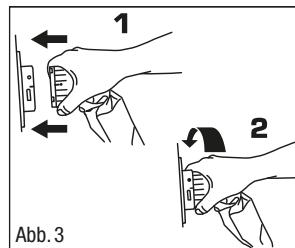

Abb. 3
- Befestigen Sie den Luftzufuhrschauch am Aggregat, indem Sie die schwarze Linie am Anschluss des Luftzufuhrschauchs auf die schwarze Linie am Anschluss des Aggregats ausrichten und beides zusammenschieben. Drehen Sie den Anschluss des Luftschlauchs der Matratze im Uhrzeigersinn, bis die grüne Anzeige genau unter der Anzeigöffnung am Anschluss des Aggregats liegt (Abb. 3).